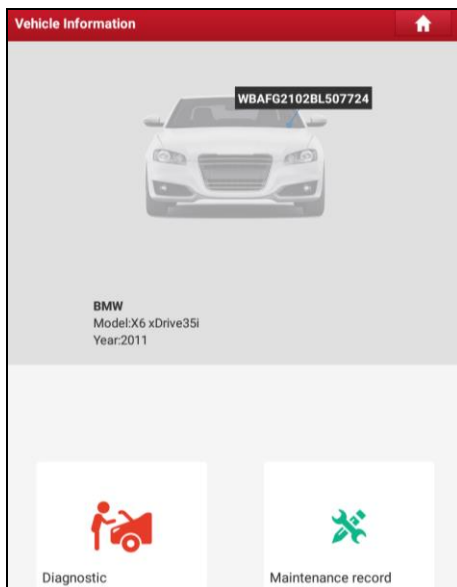

Abb. 5-5
A. Wenn die VIN in der Server-Datenbank gefunden werden kann, wird ein Benutzeroberfläche wie in Abb. 5-5 angezeigt:
- Wenn die gescannte VIN nicht korrekt ist, tippen Sie auf das Ausgabefeld, um es zu ändern, und tippen Sie anschließend auf „OK“. Wenn die VIN auf dem Remote-Server vorhanden ist, öffnet das System die Benutzeroberfläche mit den Fahrzeuginformationen. Siehe Abb. 5-5.